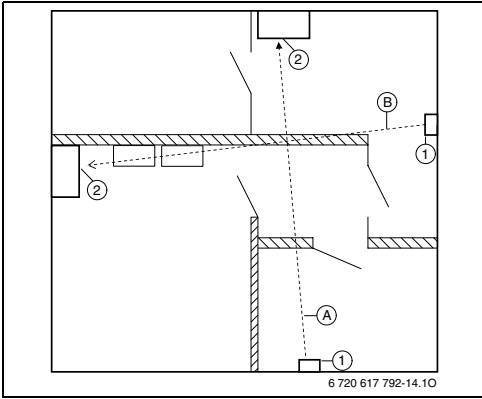

Bild 4 Beispiele zur Funkübertragung
- Ungeeignete Funkübertragungswege gemäß Bild 4 und 5 vermeiden.